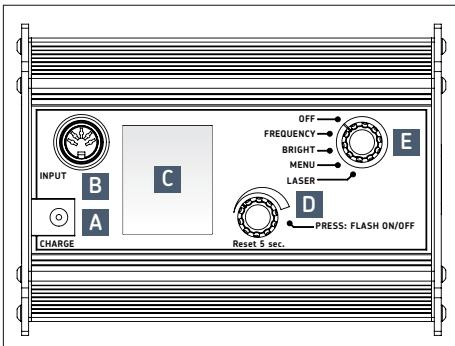

图 1 – SKF TKRS 41 频闪仪
5.1 连接头 (→ 图 1)
1. 设备充电：将充电器插入设备后部充电插孔 (A) (→ 图 1)。
2. 将设备对准一个运动物体，然后打开设备。将选择开关 (E) 向左转一档至“FREQUENCY (频率)”。